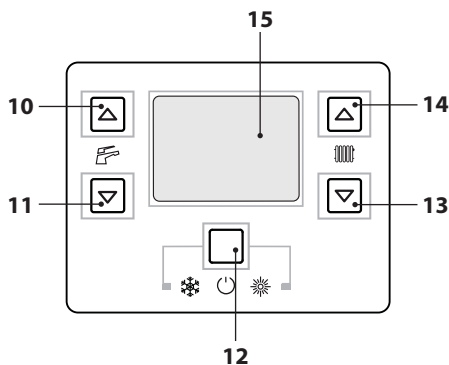

Рисунок 6.5
- Нажать и удерживать в течение 2 секунд кнопку 12, пока на дисплее не появятся символы  и  , см. Рисунок 6.5.
- Выключить котел, нажав и удерживая в течение 2 секунд кнопку 12 (Рисунок 6.5), пока на дисплее не появится символ  (последовательно загорающиеся тире, символизирующие движение) (Рисунок 6.4).